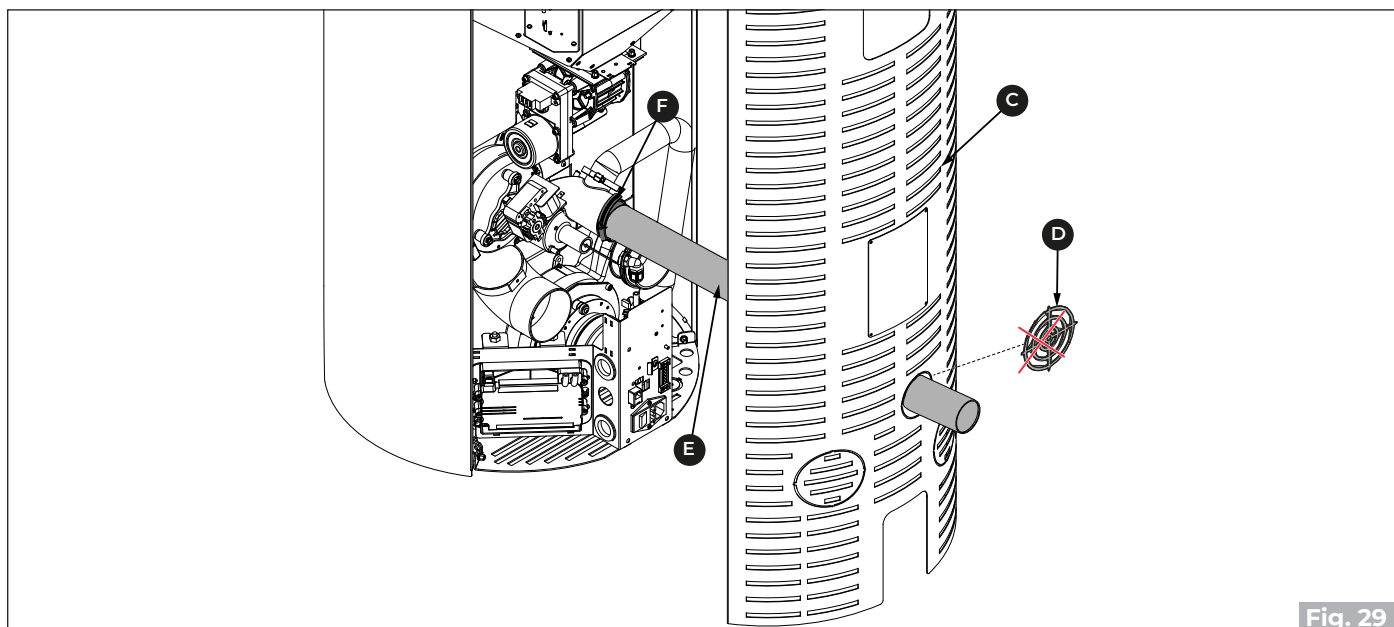

Fig. 29
- Odstranite kos **(D)** na zadnji plošči **(C)** in vstavite gibljivo cev **(E)**, ki jo priključite na dovod zraka iz zunanosti ("Fig. 29").